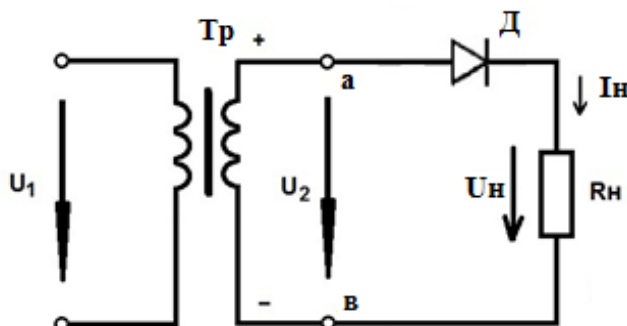

Рис. 2.5. Однополупериодный выпрямитель.
5. Однополупериодный выпрямитель состоит из трансформатора, к вторичной обмотке которого последовательно подсоединены диод Д и нагрузочный резистор  $R_H$  (рис. 2.5). Применяют для питания высокоомных нагрузочных устройств (например, электронно-лучевых трубок), допускающих повышенную пульсацию, мощность не более 10 – 15 Вт.